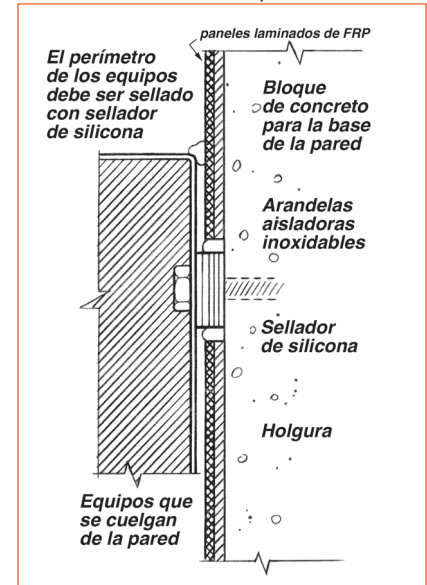

Imagen 11
6. Instale el equipo que va colgado a la pared y señale con espaciadores (arandelas) entre la pared de sustrato y el equipo, asegurándose de que los espaciadores sean lo suficientemente gruesos para expandirse y contraerse. Perfore los paneles a un diámetro de 1/4" más grande que los separadores (Imagen 11).
7. Calafatee y selle todos los bordes para evitar que el agua entre detrás de los paneles (Imagen 11).